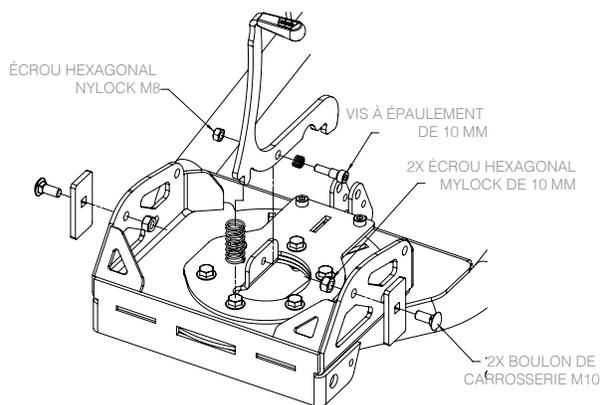

Figure 1 : Assemblage du levier du chasse-neige
1. Assemblez le bras de levier du chasse-neige selon la Figure 1. Faites passer un boulon à épaulement de 10 mm dans le côté du bras de levier puis par le trou central de la base du chasse-neige. Utilisez le petit ressort à compression entre la vis à épaulement et le levier. Terminez avec un écrou de blocage de 8 mm. Serrez jusqu'à ce que la vis à épaulement soit fermement appuyée contre la base du chasse-neige. Le levier d'ouverture doit pivoter librement.
2. Fixez les deux cales comme le montre la Figure 1. Insérez un boulon de carrosserie M10 dans chaque cale puis dans la base du chasse-neige, comme le montre la Figure 1. Remarquez que le trou de la cale n'est pas au centre. Ces cales permettent de donner trois angles différents au chasse-neige et doivent être ajustés de la même façon des deux côtés de la base. Terminez avec un écrou de blocage de 10 mm.
Il est recommandé de placer d'abord la cale dans la position montrée à la Figure 1. Consultez le Guide de l'utilisateur du chasse-neige pour VTT pour obtenir des instructions sur le réglage de l'angle du chasse-neige.